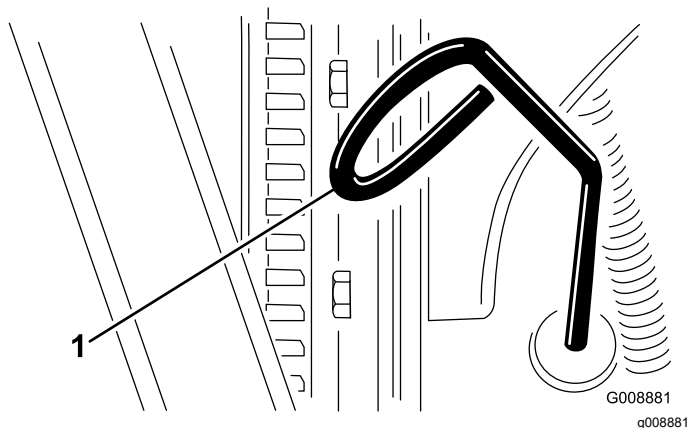

Figure 24
- Retirez la jauge, essuyez-la sur un chiffon et remettez-la en place (Figure 24).